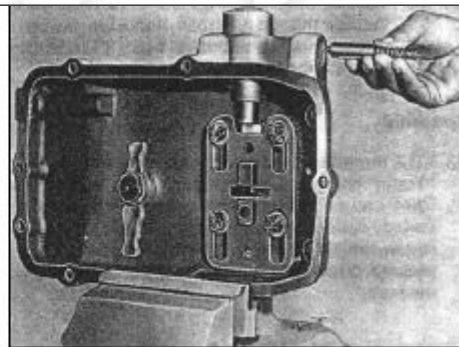

РИС. 228
4) Открутите маленькую заглушку спец. инструментом №312 5890 111. Уберите штифт и пружину (см. рис.228).
- 2) Установите блокировочный штифт и нажимную пружину в отверстие на верхней обкладке (см. рис.228) и затяните втулку с резьбой спец. инструментом № 3125890111 с усилием 2 кг-м. повторно соберите сапун и установите его на место.